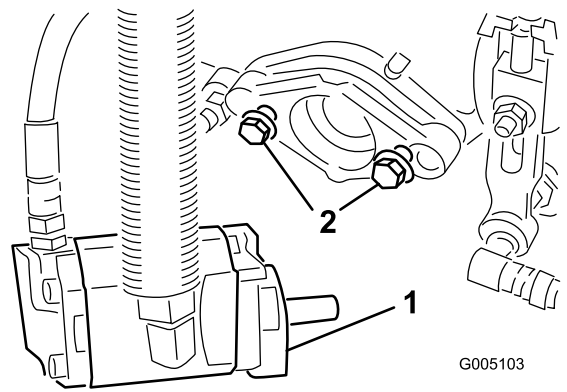

図 8
- 6. リールモータ取り付けボルトのねじの頭が、それぞれおよそ 13 mm 突き出した状態になるようにすること 図 8。